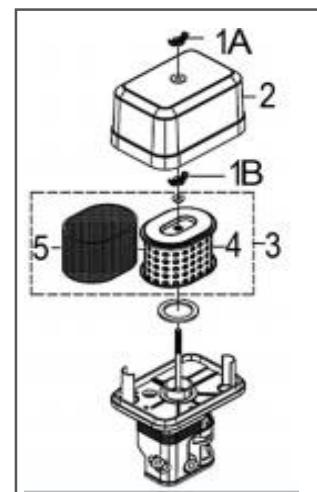

Рис. 21 Обслуживание воздушного фильтра T-60, T-80, T-90, T-100
3. Проверьте целостность и чистоту фильтрующих элементов. Поролоновый (предварительный) фильтрующий элемент 5 установлен на корпусе бумажного фильтрующего элемента 4 (Рис. 21).
4. При незначительном загрязнении промойте поролоновый фильтрующий элемент 5 (Рис. 21) теплым мыльным раствором и просушите. Поврежденный или сильно загрязненный поролоновый фильтрующий элемент замените.